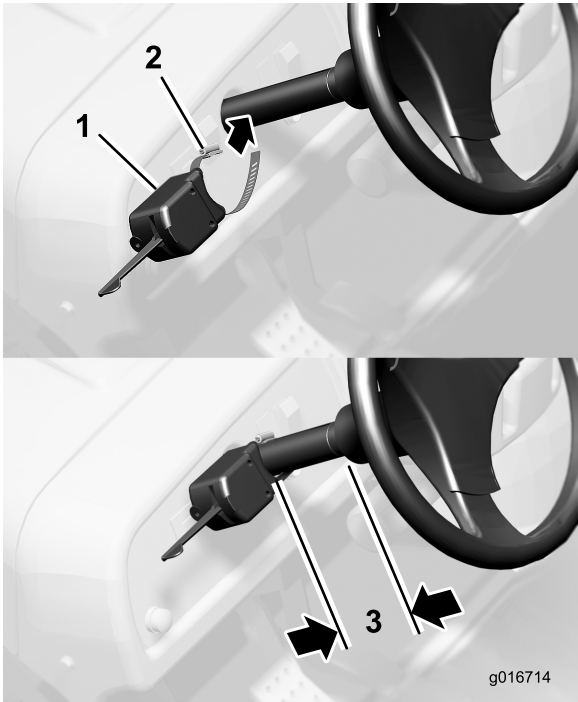

Figura 18
- 2. Tenete premuto il controller contro il piantone dello sterzo in modo tale che la cinghietta si trovi a circa 6 mm dalla schiuma sintetica presente sul piantone dello sterzo (Figura 18).